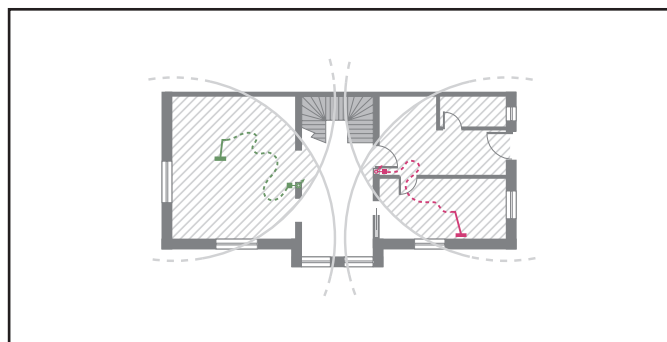

Рис. 3-2
В местах пересечения дуг следует разместить всасывающие розетки (рис. 3-2, заштрихованные площади). Розетки предпочтительнее устанавливать вблизи дверей, чтобы иметь возможность убирать соседние помещения и чтобы не загораживать их мебелью при возможных перестановках в будущем.
3. В представленном здесь примере (рис. 3-2) видны два пересекающихся сегмента. Всасывающая розетка должна размещаться внутри зоны наложения (заштрихованная область).